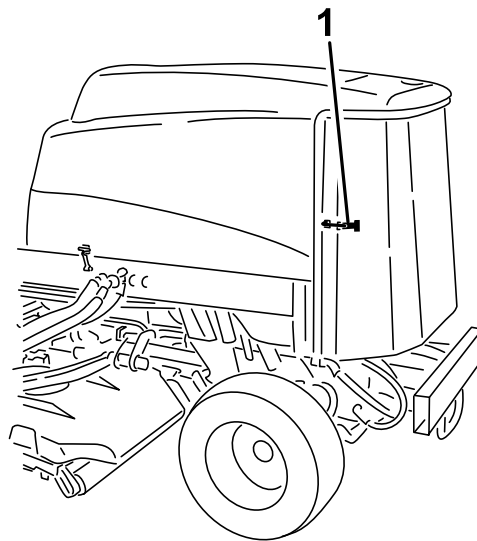

Figura 112
2. Sbloccate la griglia posteriore ed apritela (Figura 112).